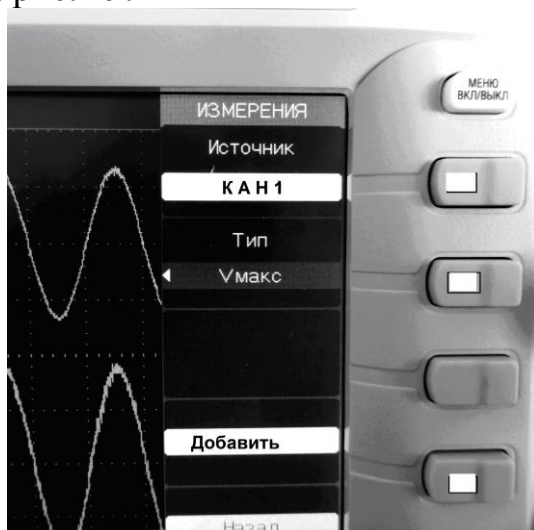

Рис. 19. Вид экранного меню **Напряжение**
21. Нажать кнопку экранного меню **Напряжение**. Вид экранного меню **Напряжение** показан на рис. 19.